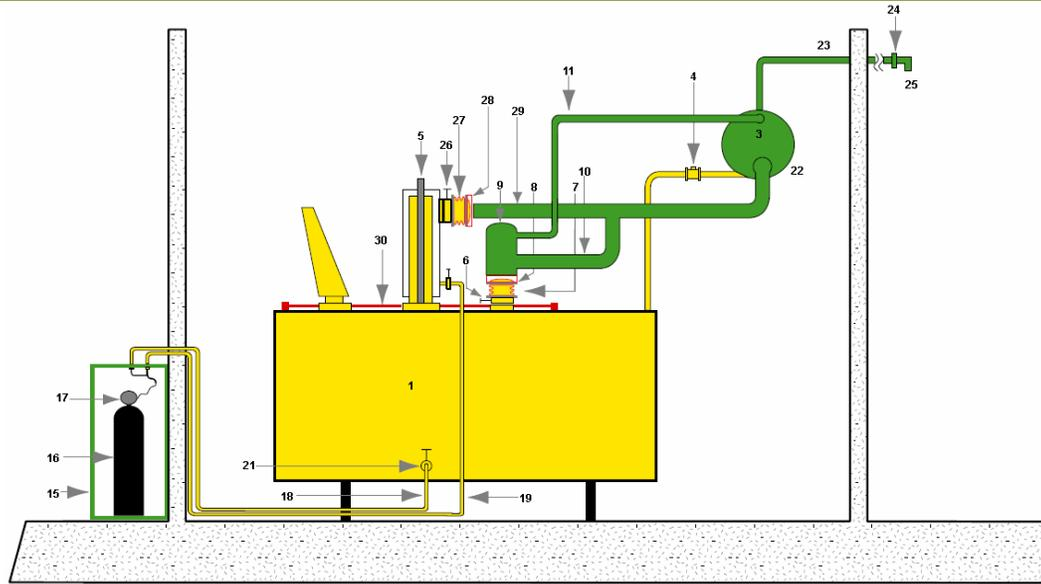

图 3: TPB 型变压器保护装置
- **TPB型**，图3，适用于容量为0.1MVA至1000MVA及以上的户内或户外变压器。变压器和充油电缆盒释压装置（6-9项，26-28项）可在内部出现故障时释压。释压后的油气混合物会输送至油气分离罐（22项）。气体会通过爆炸性气体排放管（23项）排放至建筑物外部或远离变压器及周边设备的安全排放区域。空气隔离阀（24项）安装在爆炸性气体排放管（23项）末端，防止空气进入油气分离罐（22项）或变压器油箱。